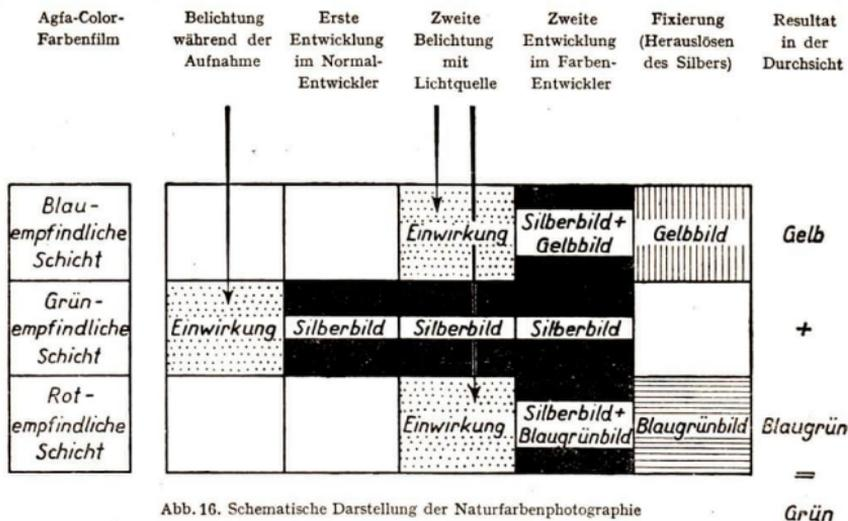

Abb. 16. Schematische Darstellung der Naturfarbenphotographie
*L.:* Nach der Belichtung wird der Gesamtfilm mit Normalentwickler behandelt (siehe Abb. 16!). Haben wir z. B. ein grünes Blatt photographiert, so hat nur die mittlere (grünempfindliche) Schicht einen Lichteindruck empfangen und wird nunmehr bei der Entwicklung durch Reduktion von Silberbromid zu metallischem Silber geschwärzt.